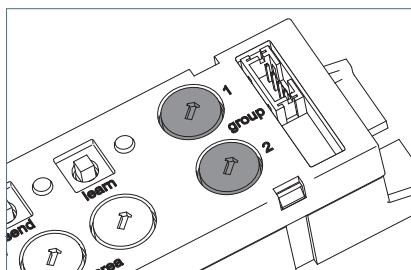

Fig. 16: Codeurs rotatifs « group 1 » et « group 2 »
- Si vous souhaitez affecter le luminaire à un groupe et un seul, réglez les deux codeurs rotatifs « group 1 » et « group 2 » sur la même adresse de groupe, voir Fig. 16.